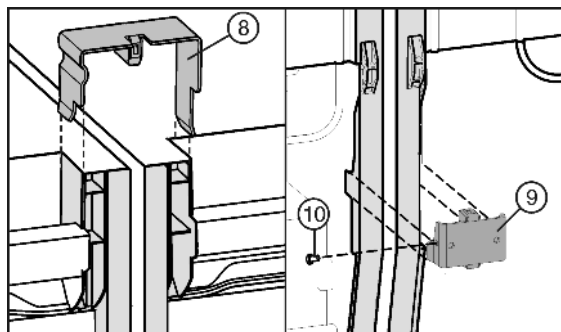

Fig. 7
- ▶ Klamry łączące Fig. 7 (8) założyć na górze środkowych ścian bocznych.
- ▶ Kątownik łączący Fig. 7 (9) włożyć na dole w odpowiednie wyżłobienie.
- ▶ Jeśli kątownik łączący będzie nieco luźny, zamontować śrubę Fig. 7 (10).